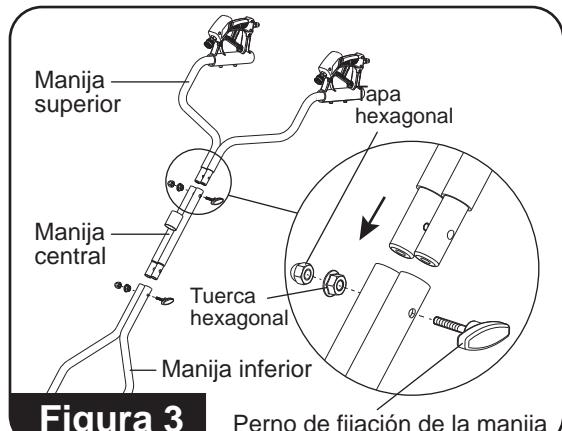

Figura 3
**NOTA:** asegúrese de que la tuerca hexagonal esté alineada como se muestra. **(Consulte la figura 3)**